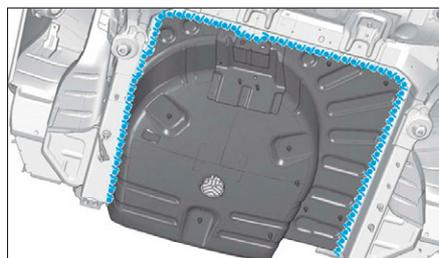

FIG. 211
- Appliquer une couche d'impression phosphatante sur les zones mises à nu (Fig.211).